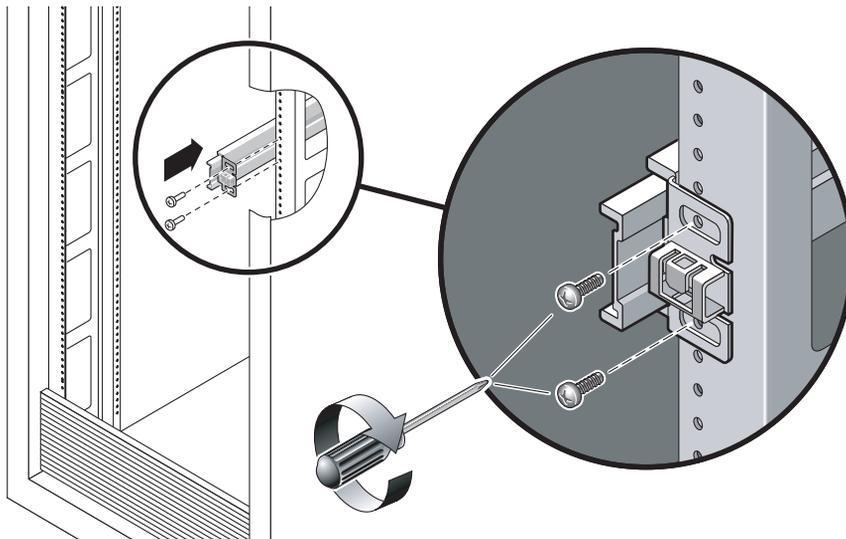

ABBILDUNG 3-27 Montage einer Schiene
- a. **Befestigen Sie die Vorderseite einer Schiene mit zwei Schrauben locker am rechten vorderen Rack-Ständer (ABBILDUNG 3-27).**